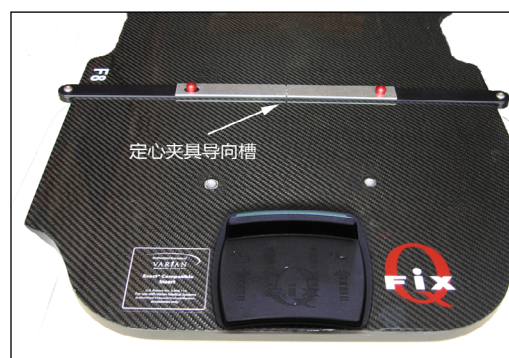

图 22
1. 使用 CT 激光对齐系统确定 CT 覆盖罩的脚端 (图 22)。